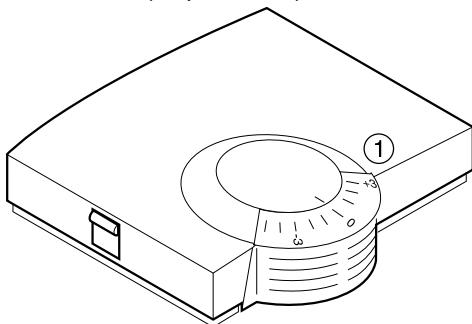

Figura 5: HCW 82
- ▶ Asigne con el mando (1) (véase Figura 5) el cambio deseado para la temperatura predefinida (graduación de la escala en  $^{\circ}\text{C}$ ).
- ▶ Verifique si el mando se encuentra en la posición mostrada en la Figura 5.